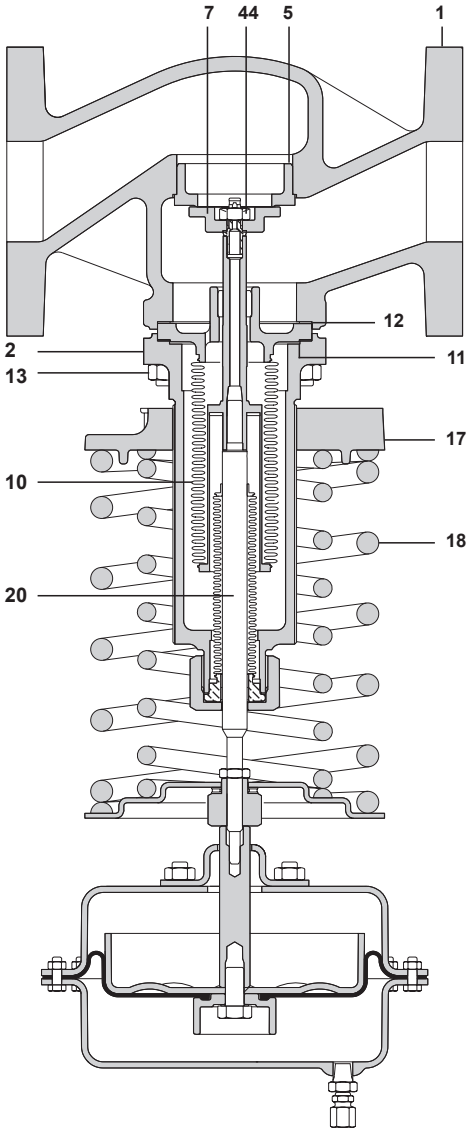

Abb. 11 DN 65 bis DN 100
- Während der Adapter (23) gehalten wird, Überwurfmutter (22) lösen und entfernen.
- Abdichtungsbalg-Einheit (20) lösen und mit der Abdichtungsbalg-Dichtung (21) entfernen.
- Neue Abdichtungsbalg-Einheit (20) mit der Abdichtungsbalg-Dichtung (21) einsetzen. Für DRV 4 in DN 65 bis DN 100 wird eine Klemmplatte (45) und eine Klemmplatten-Dichtung (46) zusätzlich zum Abdichtungsbalg verwendet.
- Gehäusemutter (22) mit dem empfohlenen Drehmoment, siehe Abschnitt 4.2, festziehen.
4.4.4 Austausch der Entlastungsbalg-Einheit (Abb. 11)